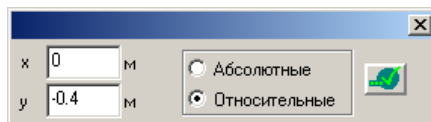

Рис.1.7.2. Окно диалога для указания координат узла
- В открывшемся окне диалога (рис. 1.7.2) выполните следующие действия: